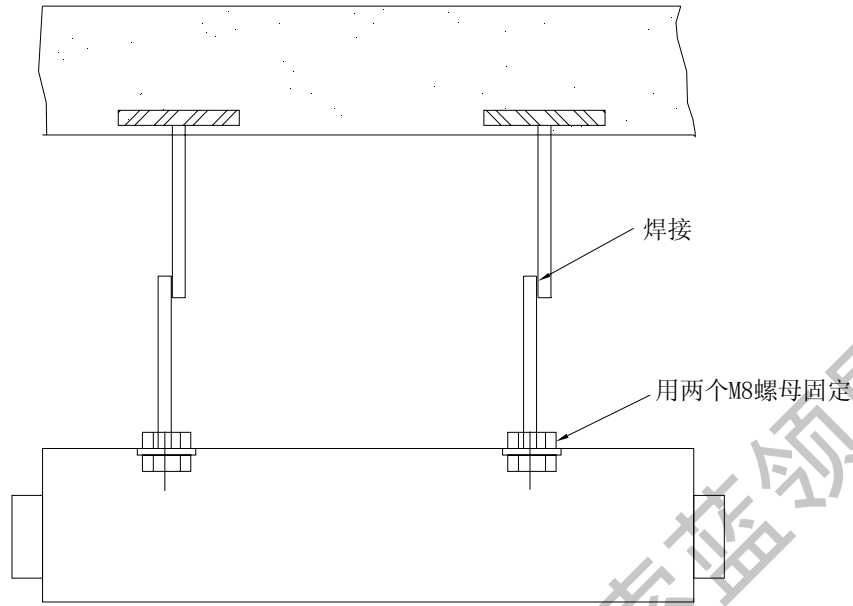

图 33：座吊机吊装时预埋构件吊装示意图
- 座吊机为吊顶安装形式时，如有可能，最好预埋构件。具体见下图 33：